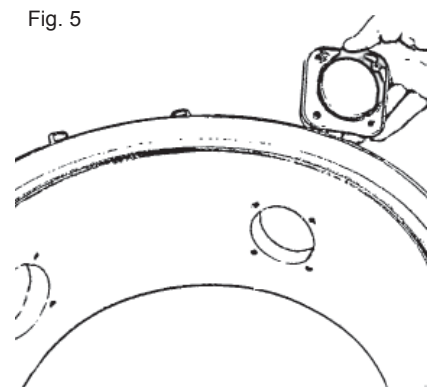

Fig. 5
4. Tilpas (flyt) støvsugerrørets sokkel til det nye udtag. NB! Soklen er mærket med "Op". Kontroller, at soklen monteres med "Op" vendende opad. Fastgør soklen ved at montere og spænde de fire skrue, Fig. 5.